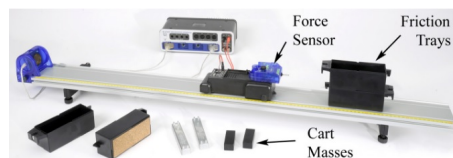

Figura 13.1: Material.
Las bandejas de fricción tienen diferentes materiales en su superficie inferior. El carro motorizado (ver figura 13.1) se utilizará para tirar de las bandejas de manera controlada a lo largo de la pista, ya que el sensor de fuerza mide directamente la fuerza de fricción.
1. Instalar la pista como se muestra en la figura 13.1 y usar las patas ajustables para nivelar la pista.